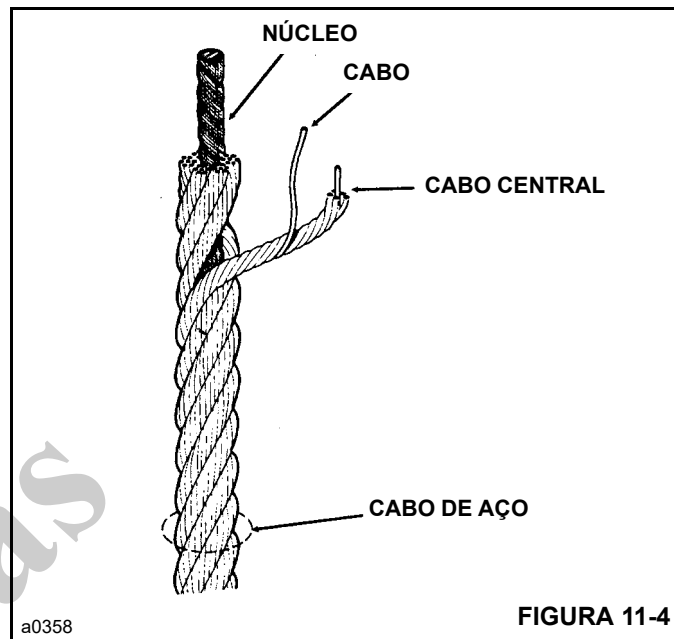

FIGURA 11-4
Todo cabo de aço tem três componentes básicos (Figura 11-4): (1) Os fios que formam os cordões e juntos proporcionam resistência ao cabo; (2) os cordões, dispostos em forma helicoidal em torno do núcleo e (3) o núcleo, que forma uma base para os cordões. O núcleo usado no cabo de aço do pórtico é do tipo IWRC (Independent Wire Rope Core), que na verdade é um cabo menor ou um cordão semelhante aos cordões externos do cabo. O núcleo IWRC aumenta a resistência nominal do cabo em cerca de 7.5%.